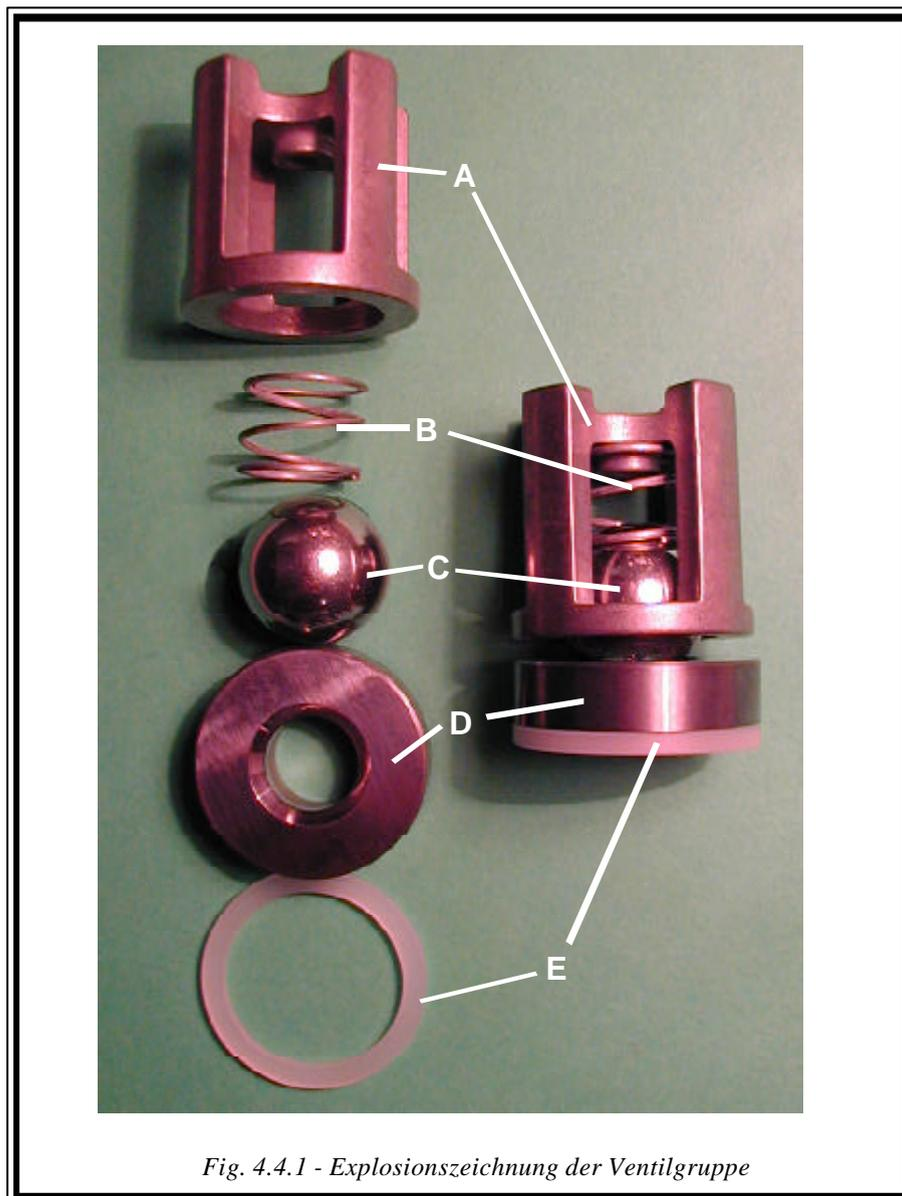

Fig. 4.4.1 - Explosionszeichnung der Ventilgruppe
Siehe Fig. 4.4.1, jede Gruppe besteht aus:
- Siehe Fig. 4.4.1 und 4.4.2, die Ventilgruppe des Produktausgang in die entsprechenden, Aufnahmen des oberen Teils des Kompressionskopfes „O“ einführen.